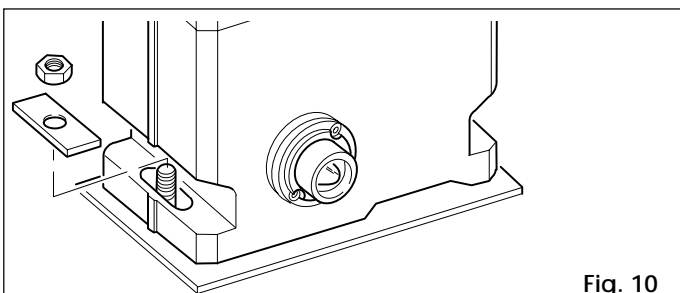

Fig. 10
- 4) Fissare il motoriduttore sulla piastra di fondazione tramite i due dadi e le piastine in dotazione come da fig. 10.